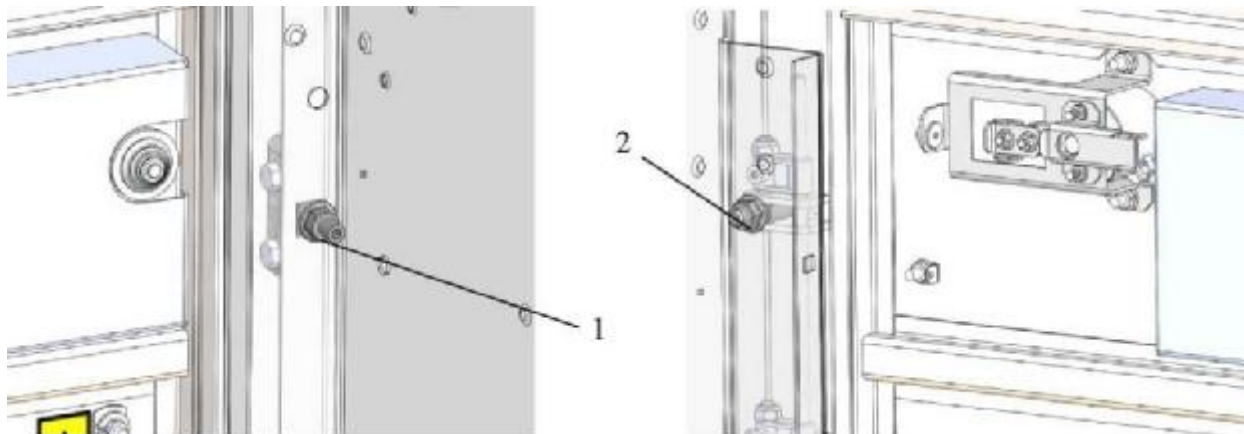

Рис. 32 Крепление петель дверей и проушин замка (вид изнутри)
2.5.2.14 После монтажа шкафов, при необходимости, отрегулировать положение дверей и работу замков высоковольтных отсеков (рис.32).